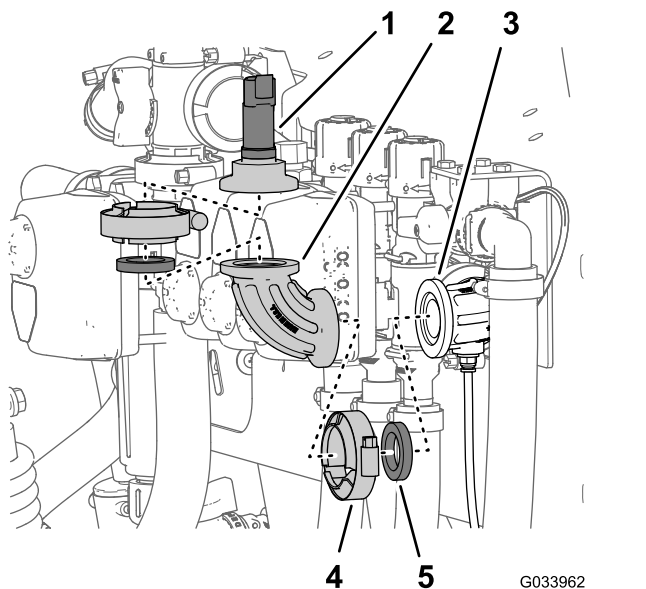

图 38
2. 取下将压力传感器固定至 90 度接头的法兰夹具然后卸下传感器、垫片和法兰夹具 图 38。
4. 取下将 90 度接头固定至带传感管接头的 90 度接头的法兰夹具然后卸下 90 度接头、垫片和法兰夹具 图 38